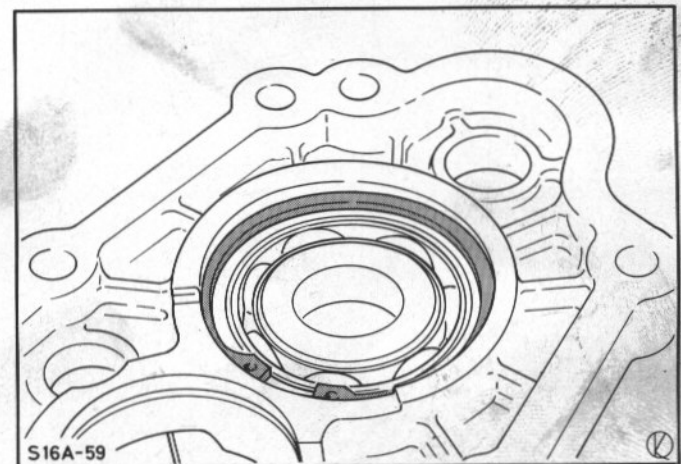

Abb.129 Kugellager-Hauptwelle in Zwischengehäuse sichern
30. Kugellager-Hauptwelle in Zwischengehäuse einbauen und sichern, Abb.129.